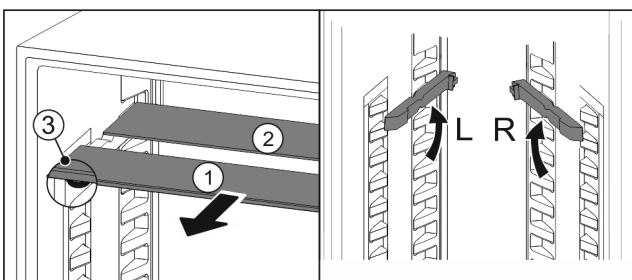

Fig. 20
- ▶ Glasplatten einzeln nach vorne herausziehen Fig. 20 (1).
- ▷ Glasplatte Fig. 20 (1) mit Zierleiste liegt vorne.
- ▷ Stopps Fig. 20 (3) zeigen nach unten.